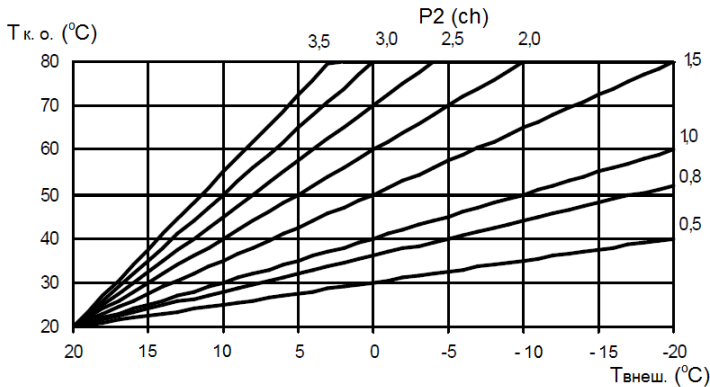

Рис. 3 График зависимости температуры в контуре отопления от внешней температуры при комнатной температуре 20 °С
- с помощью изменения значений параметра подобрать наиболее оптимальную температуру теплоносителя в контуре отопления (см. рис. 3). Нижняя точка температурной кривой выбирается изменением параметра в интервале 20 ÷ 35 °С.